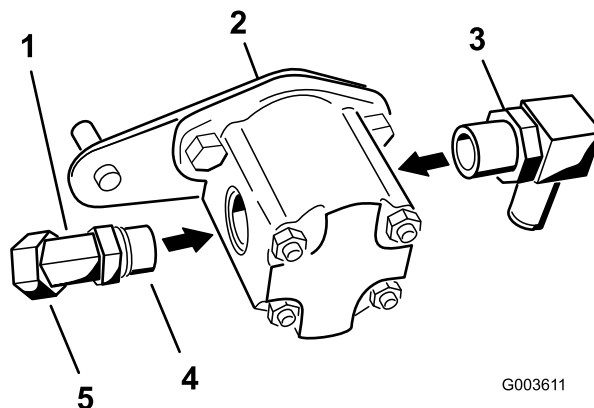

図 17
- 油圧ポンプの側面に45度エルボを取り付ける (図 17)。